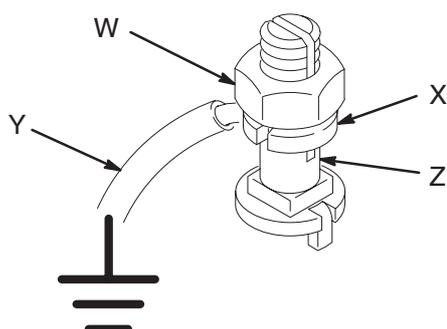

Fig. 1
1. *Pompe:* utiliser un câble et un étrier de mise à la terre. Voir la Fig. 1. Desserrer l'écrou de blocage (W) et la rondelle (X) de la borne de mise à la terre. Introduire l'une des extrémités d'un câble de mise à la terre (Y) d'au minimum 1,5 mm² dans la fente de la borne (Z) et serrer à fond l'écrou de blocage. Raccorder l'autre extrémité du câble à une véritable prise de terre. Référence de commande 237-569 du câble et de l'étrier de mise à la terre.